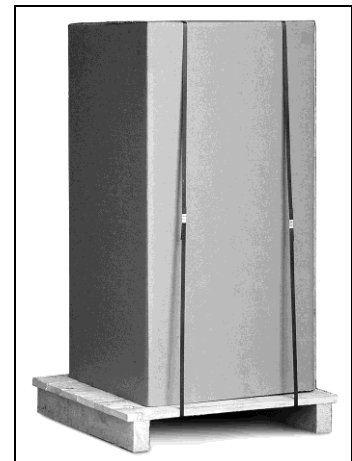

Abbildung 1 – Beispiel für die Verpackung des Heizofens
- ✓ Das erste enthält den Heizofen (Abb. 1)